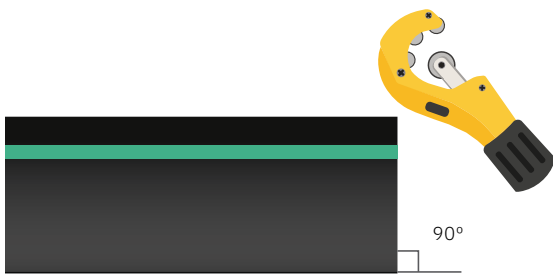

Abbildung 1
- Die Huliot Ultra Silent™ Rohre können mit handelsüblichen Rohrschneidern oder Sägen abgelängt werden. Zu beachten ist, dass erforderliche Schnitte im Winkel von 90° zur Rohrachse durchgeführt werden (Abb. 1).